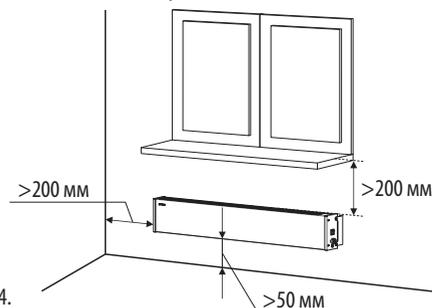

Рисунок 4. Размещение конвектора
6.1. Для нормальной работы конвектора при настенной установке необходимо обеспечить: расстояние до пола – не менее 50 мм, до боковой стены, мебели – не менее 200 мм, свободное пространство над конвектором – не менее 200 мм (см. рис. 4).